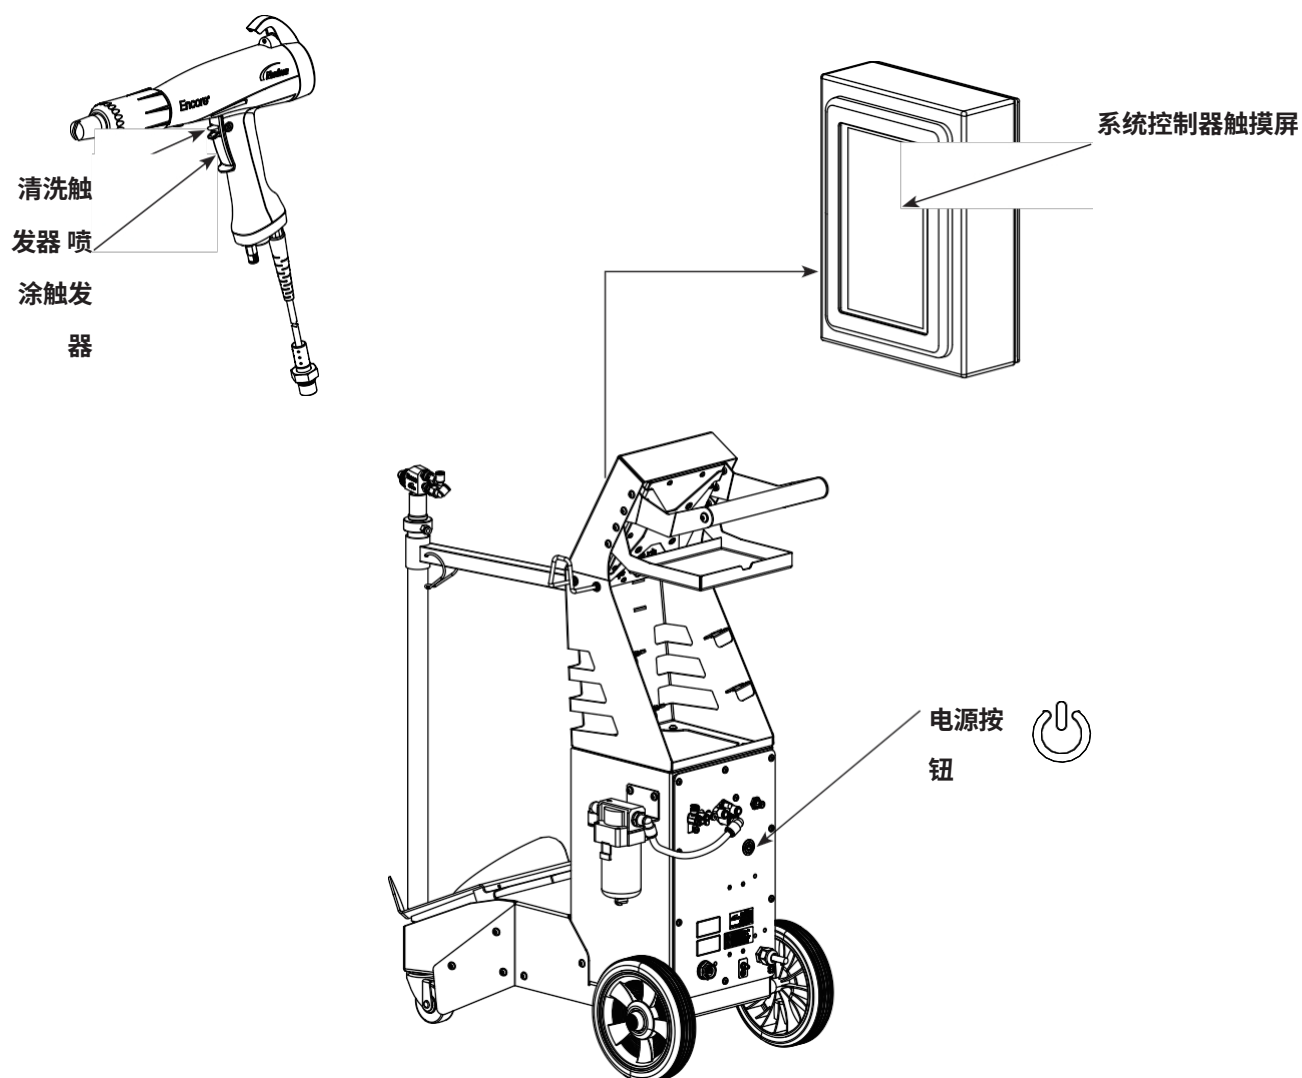

图 4-4 系统控制
4. 见图 4-4。确保没有扣动喷枪扳机，然后接通系统电源 。系统控制器触摸屏应亮起。
见图 4-4。